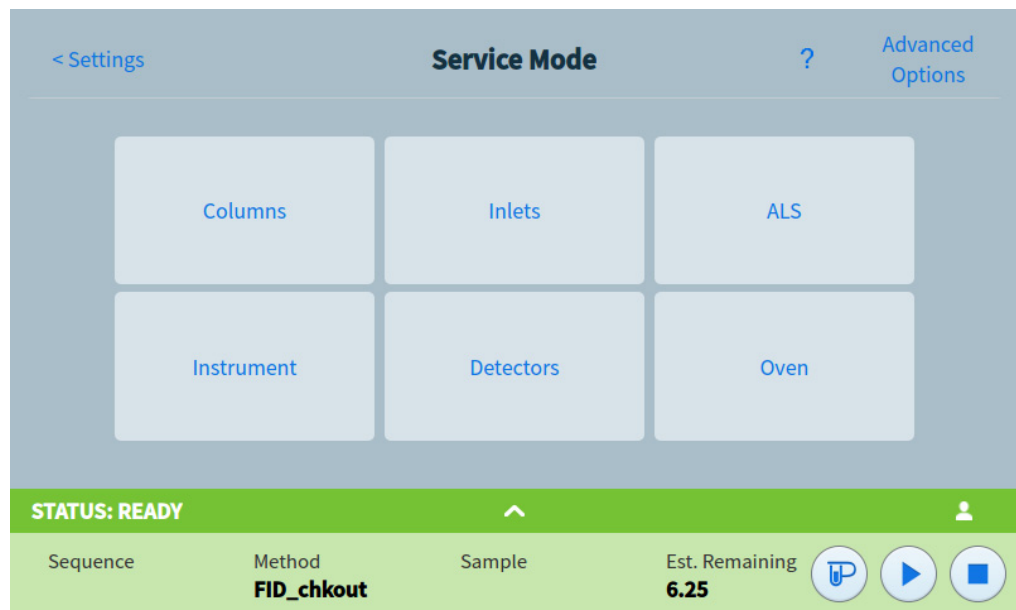

Abb. 35 Service Modus-Seite
- 2 Drücken Sie **Service Mode**. Die Service Modus-Seite wird eingeblendet. Siehe Abb. 35.